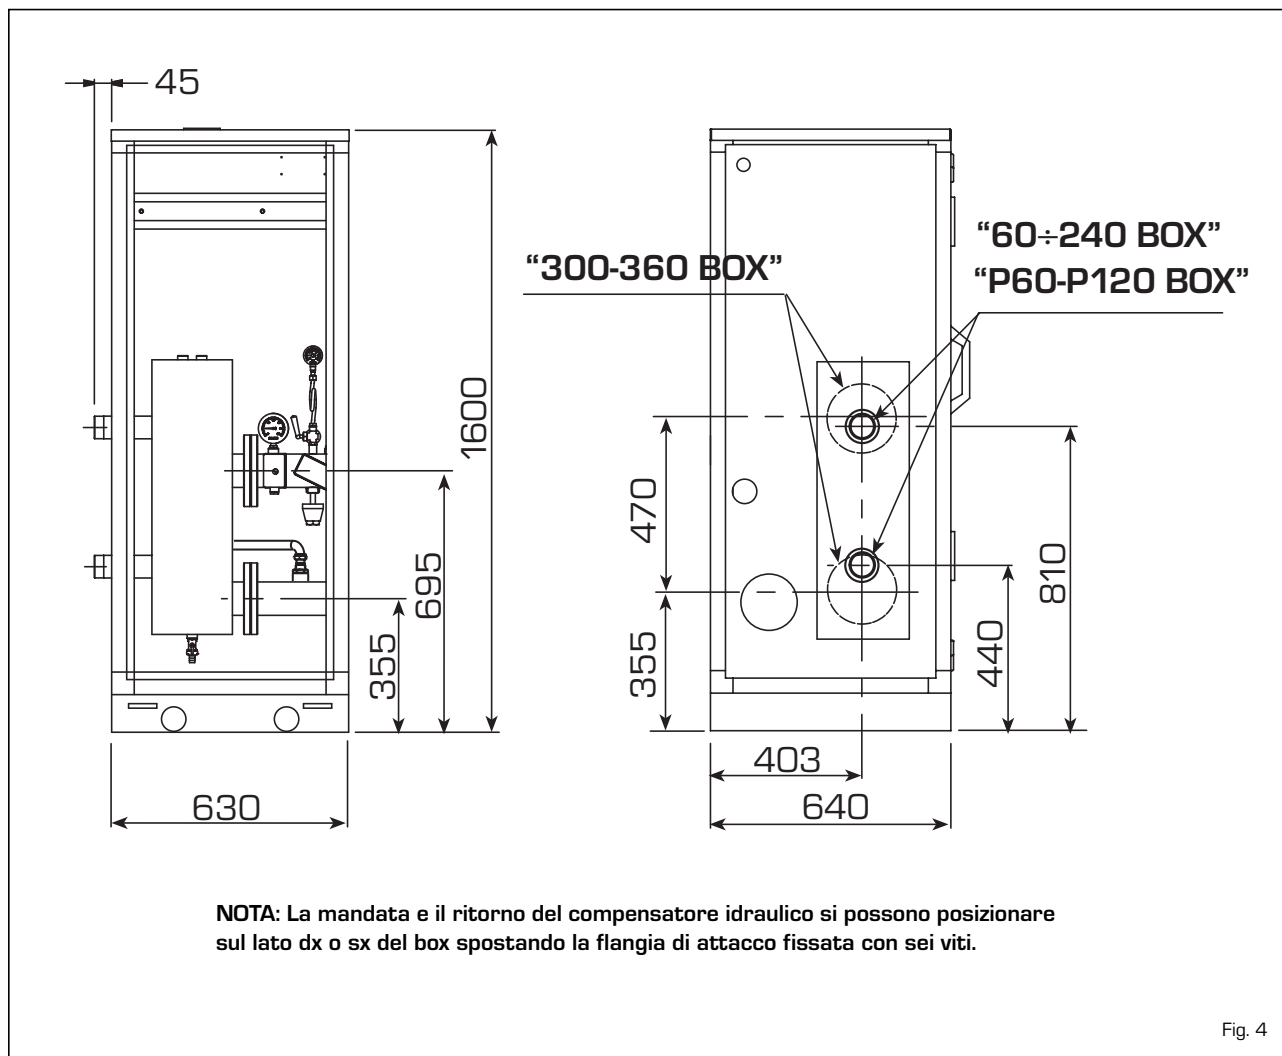

Fig. 4
2.1 FORNITURA (fig. 4)
- Box contenitore singolo (dimensioni: 630 x 640 x 1600) per separatore idraulico/kit sicurezze ISPEL cod. 8101517 (fig. 4)